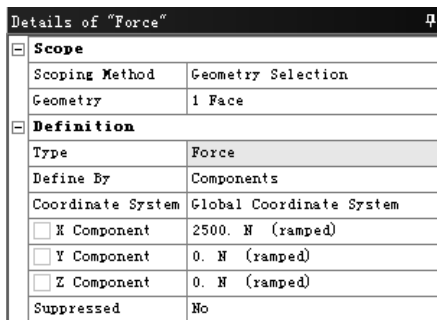
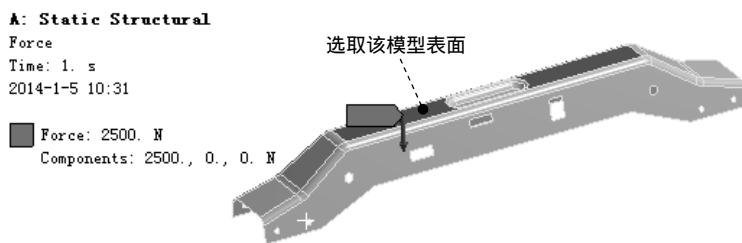
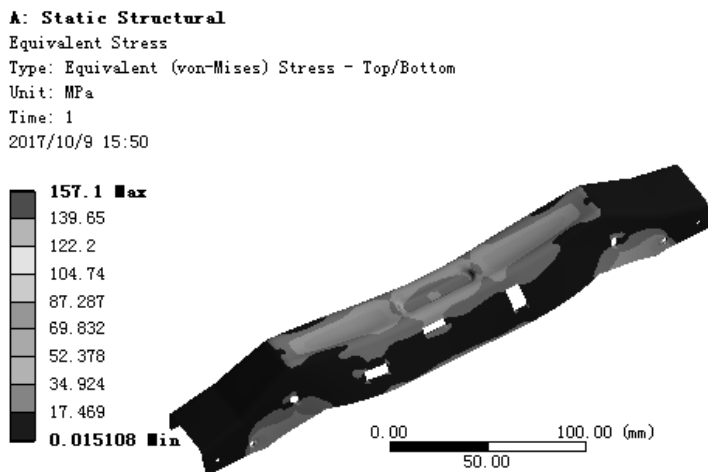

图 9.5.16 “Details of ‘Force’”对话框
图 9.5.17 添加载荷力
图 9.5.18 查看应力结果图解
步骤 12 添加载荷力。在“Outline”窗口中右击 **Fixed Support** 选项，在弹出的快捷菜单中选择 **Insert** → **Force** 命令，弹出图 9.5.16 所示的“Details of ‘ Force ’”对话框；选取图 9.5.17 所示的模型表面，在 **Geometry** 后的文本框中单击 **Apply** 按钮确认，在 **Define By** 下拉列表中选择 **Components** 选项，在 **X Component** 文本框中输入数值 2500，其他参数采用系统默认设置。完成载荷力的添加，结果如图 9.5.18 所示。
(1) 求解分析。在顶部工具栏中单击 **Solve** 按钮求解分析。
(2) 查看应力结果图解。在“Outline”窗口中选中 **Equivalent Stress**，查看图 9.5.18 所示的应力结果，其最小应力为 0.015108MPa，其最大应力为 157.1MPa。